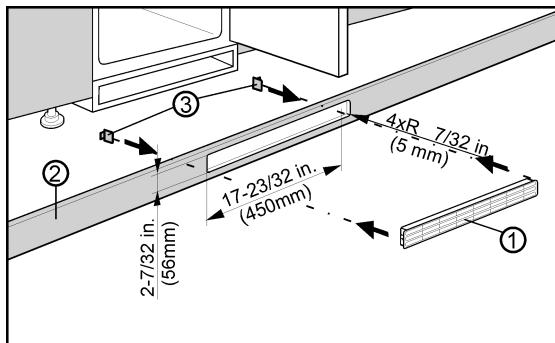

Fig. 7
L'aération à partir du bas au travers du plancher de l'élément de cuisine peut être réalisée à l'aide de la grille de ventilation Fig. 7 (3) fournie ou d'une ouverture de ventilation dont la surface de section est d'au moins 31 in2 (200 cm2). Si vous utilisez la grille de ventilation jointe Fig. 7 (1), procédez comme suit :
- ▶ Placer la grille de ventilation Fig. 7 (1) dans la découpe réalisée dans le plancher de l'élément de cuisine Fig. 7 (2).
- ▶ Enchâsser les raccords encliquetables Fig. 7 (3) à partir de l'arrière dans la grille jusqu'à ce que les crochets touchent le plancher de l'élément de cuisine.